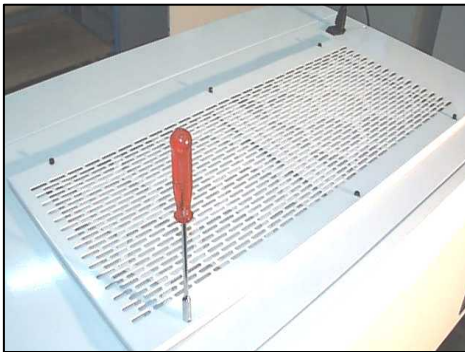

Fig. 61
- a) Extraer los tornillos de sujeción de la tapa de los prefiltros (Fig. 61).